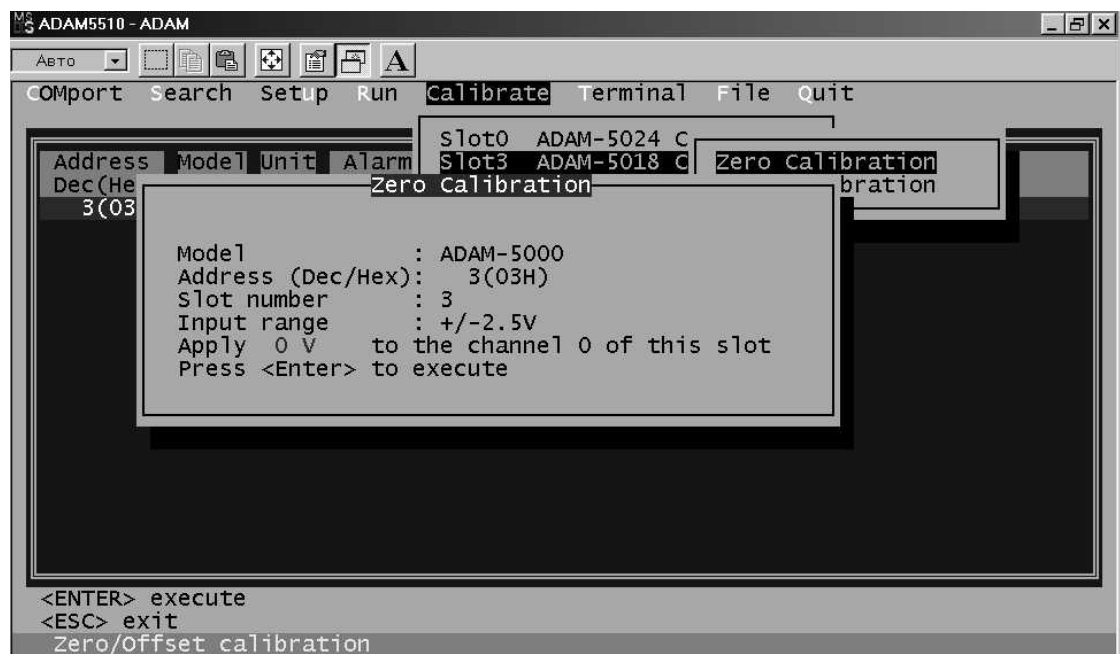

Рис. 5-16. Калибровка нуля
4. Выполните команду **Zero Calibration** (Калибровка Нуля) из меню **Calibration** сервисной программы ADAM.EXE, как это показано на рис. 5-16. Иногда эта команда называется **Offset Calibration**.